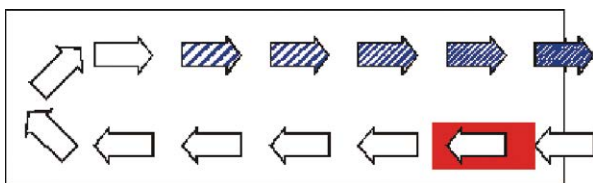

Рис. 1. Осушение воздуха методом ассимиляции
**АССИМИЛЯЦИЯ.** Метод основан на физической способности теплого воздуха удерживать большее количество водяных паров по сравнению с холодным. Он реализуется средствами вентиляции с предварительным подогревом свежего воздуха (см. рис. 1).